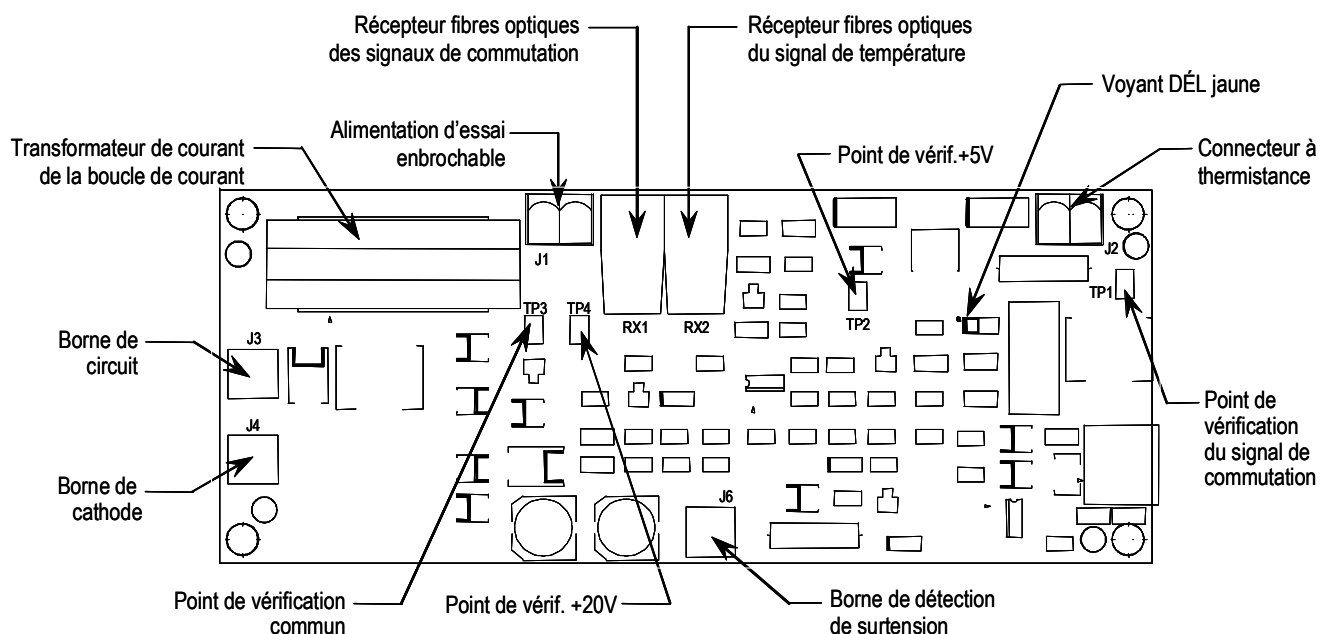
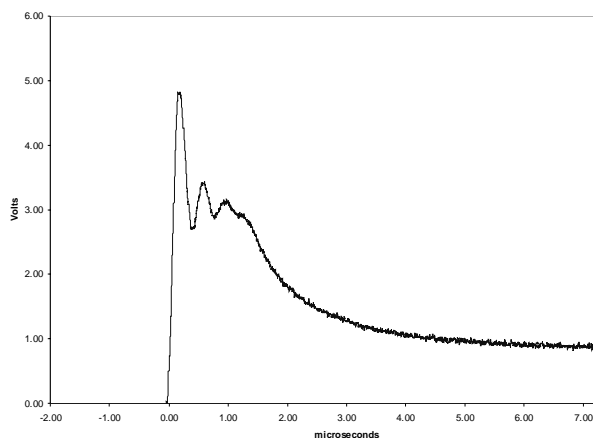

Figure 3.4 – Essai d'alimentation du contrôleur de gâchettes
Figure 3.5 – Impulsion de commutation – thyristor standard (ABB)
6. Étant donné que les circuits du contrôleur de gâchettes sont habituellement alimentés par les circuits amortisseurs lorsque le contrôleur SMC est sous tension, une autre source d'alimentation doit être utilisée pour l'essai. Repérer le bloc d'alimentation portable fourni avec l'équipement et s'assurer que la tension nominale correspond à la tension du système (110/120 V c.a ou 220/240 V c.a.) Raccorder l'unité au bloc d'alimentation, puis brancher le connecteur vert **J1** sur chaque contrôleur de gâchettes (voir la figure 3.4).
8. La tension du contrôleur de gâchettes peut être vérifiée en raccordant un voltmètre c.c. aux bornes **TP4 (+)** et **TP3 (-)** (voir la figure 3.4). Lorsque le bloc d'alimentation portatif fourni est raccordé, la tension devrait se situer entre 9 et 12 V c.c. Si la boucle de courant est active et que les signaux d'impulsion de commutation **ne sont pas** activés, la tension devrait se situer entre 18 et 22 V c.c.
9. Le signal d'impulsion de commutation réel peut être vérifié en raccordant un oscilloscope entre les bornes **TP1** et **TP3** (voir la figure 3.4). L'impulsion prendra les formes illustrées aux figures 3.5 et 3.6.